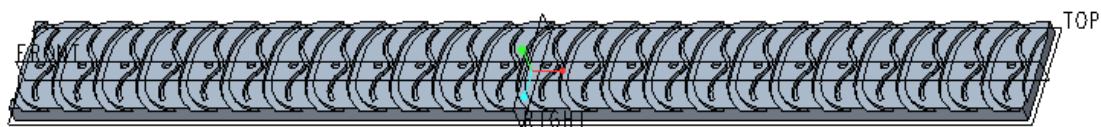

图 6-92 平直模型
8) 上机操作: 利用图 6-92 所示的平直模型(源文件为“bc_6_ex8.prt”), 创建汽车轮胎的模型, 折弯轮廓截面和轮胎模型如图 6-93 所示。